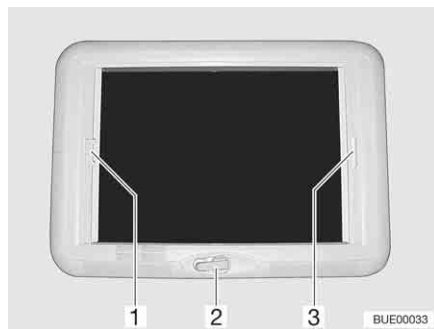

Fig. 82 Claraboya de manivela
- Girar la manivela (Fig. 82,2) hasta que se note resistencia.
- Tirar del tirador (Fig. 82,3) del estor plegable y soltarlo en la posición deseada. El estor plegable se queda fijo en esta posición.
- Tirar del tirador (Fig. 82,1) de la protección contra insectos hacia el tirador opuesto del estor plegable (Fig. 82,3) y hacerlos engatillar.
- Presionar el tirador de la protección contra insectos (Fig. 82,1) por la parte de atrás hacia arriba y desengancharla del estor plegable (Fig. 82,3).